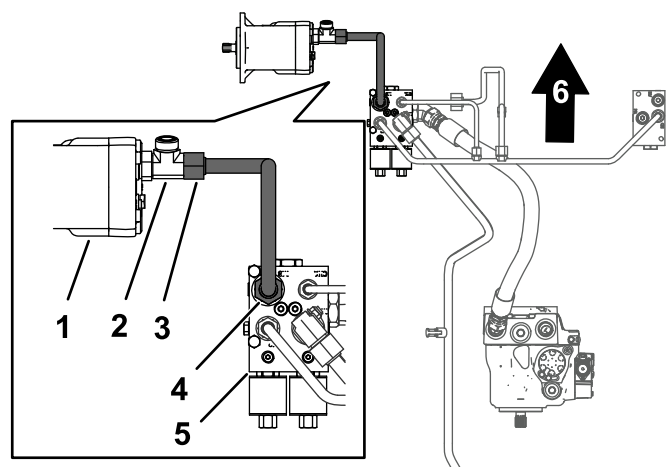

**Figura 10**
1. Prepare o tubo do filtro hidráulico guardado de Remoção do tubo transversal \(página 4\). Alinhe a porca do tubo para o tubo do filtro hidráulico com a união no tubo do coletor transversal conforme indicado na Figura 10.